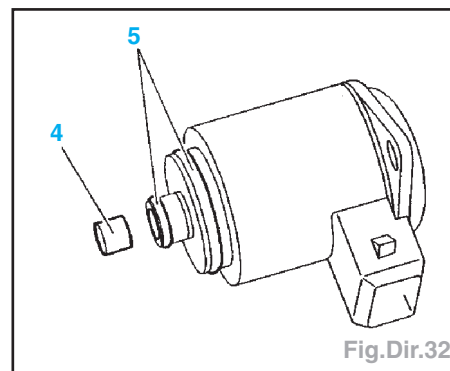

Fig.Dir.32
- les vis (2),
- l'électrovanne proportionnelle de direction assistée (3),
- le filtre (4) (dans le corps de valve) (Fig.Dir.32).
- Reposer (Fig.Dir.32) :